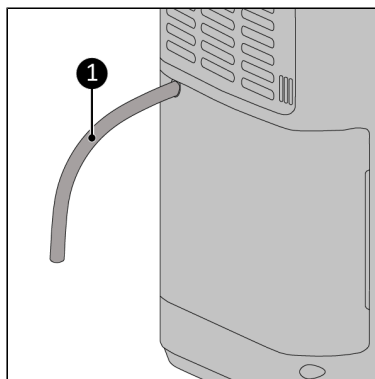

Figura 73.
2. Fixe uma mangueira de água adequada (Figura 73) ao tubo de drenagem com uma braçadeira.